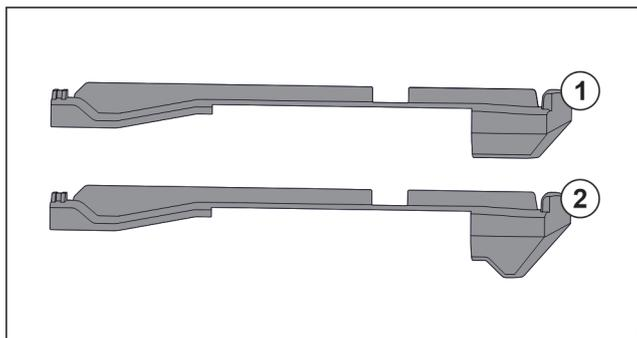

Fig. 78 Primerjava natičnih nastavkov
V napravi sta dva različna natična nastavka. Natični nastavek nad povsem spodnjim predalom Fig. 78 (2) ima trikotni rob. Vsi ostali natični nastavki Fig. 78 (1) imajo raven rob.
- ▶ Natični nastavek Fig. 78 (2) s trikotnim robom namestite nad povsem spodnjim predalom.
- ▶ Natični nastavek Fig. 78 (1) z ravnim robom namestite na vsa preostala mesta.